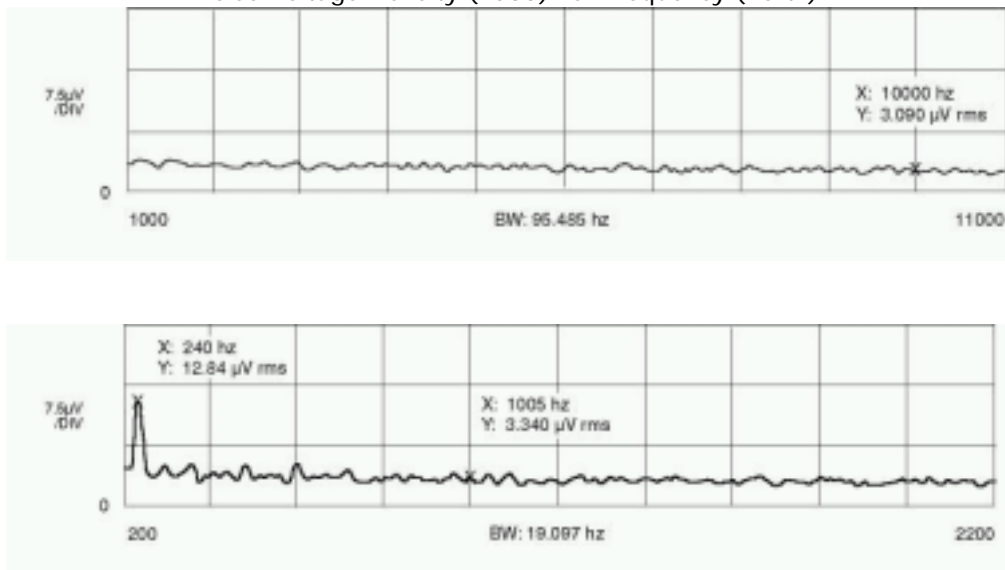

Figure 49-1
- 200Hz ~ 2,200Hzまでと、1,000Hz ~ 11,000Hzまでの周波数範囲をカバーするディテクターの雑音プロット(500倍の電圧アンプを使用)を、図49-1に示します。240Hz ~ 10,000Hzまでの周波数範囲のプロットでは、IDDCAから測定できるノイズは検出されませんでした。ディテクターの出力は、周波数の平方根あたり 6nV(6 nanovolts per root hertz)のオーダーで、限られた振舞いのジェネレーション-再結合ノイズを示しました。